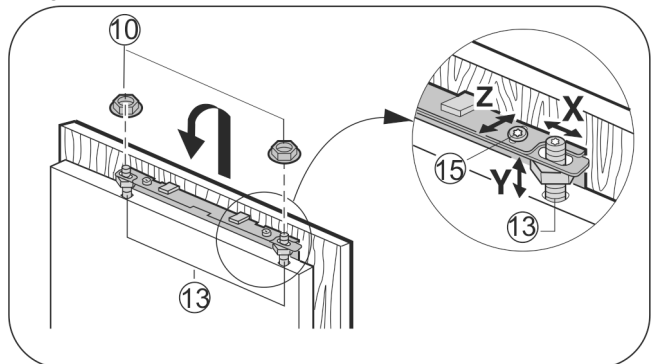

Fig. 27
- Kastdeur aan de justerbouten Fig. 27 (13) hangen en de contramoeren Fig. 27 (10) losjes op de justerbouten schroeven.
- Kastdeur op de hoogte Y en qua zijwaartse helling uitlijnen: stelschroeven Fig. 27 (13) met een schroevendraaier afstellen.
- Contramoeren Fig. 27 (10) vastdraaien.